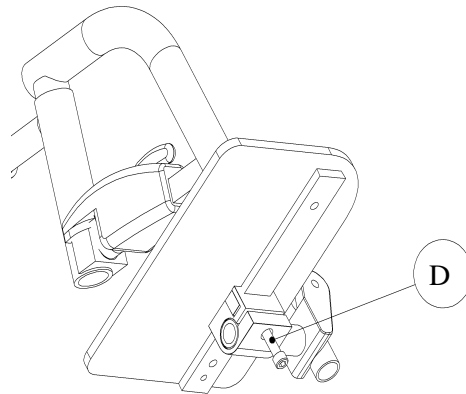

Figure 29 - Détail du bloc de réglage
1. À l'aide d'une « clé hexagonale 5 mm », desserrer la vis **D** pour procéder à l'un ou l'autre des ajustements (figure 29);